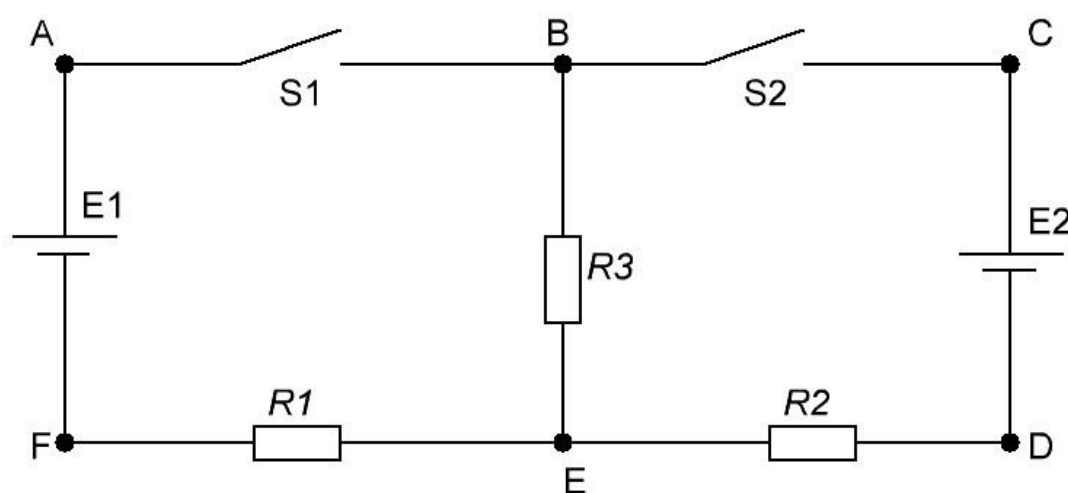

Рисунок 1 - Схема электрическая принципиальная.
2.1. Собрать схему исследования (Рисунок 1).